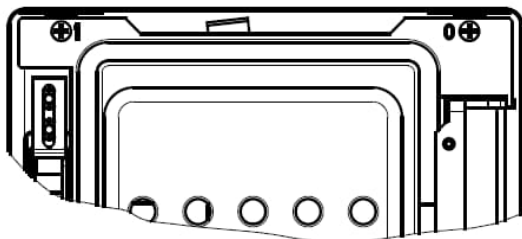

Bild 5
Die Sekundärluftregler ist in der Heiztür oben auf den verwendeten Brennstoff Holz (1) einzustellen (Bild 5).